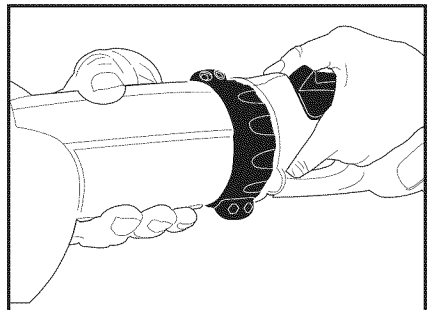

Figura 2
2. Inserte el extremo macho de la interfaz del mango de potencia en el enchufe hembra que está en el extremo del accesorio de la herramienta y verifique que esté asentado firmemente. (ver figura 2). La interfaz está acufiada para que sólo encaje de un modo. El mango y la herramienta deben encajar fácilmente. Si tiene problemas para ensamblarlas, verifique que los pasadores del mango estén alineados correctamente con las ranuras de la herramienta.